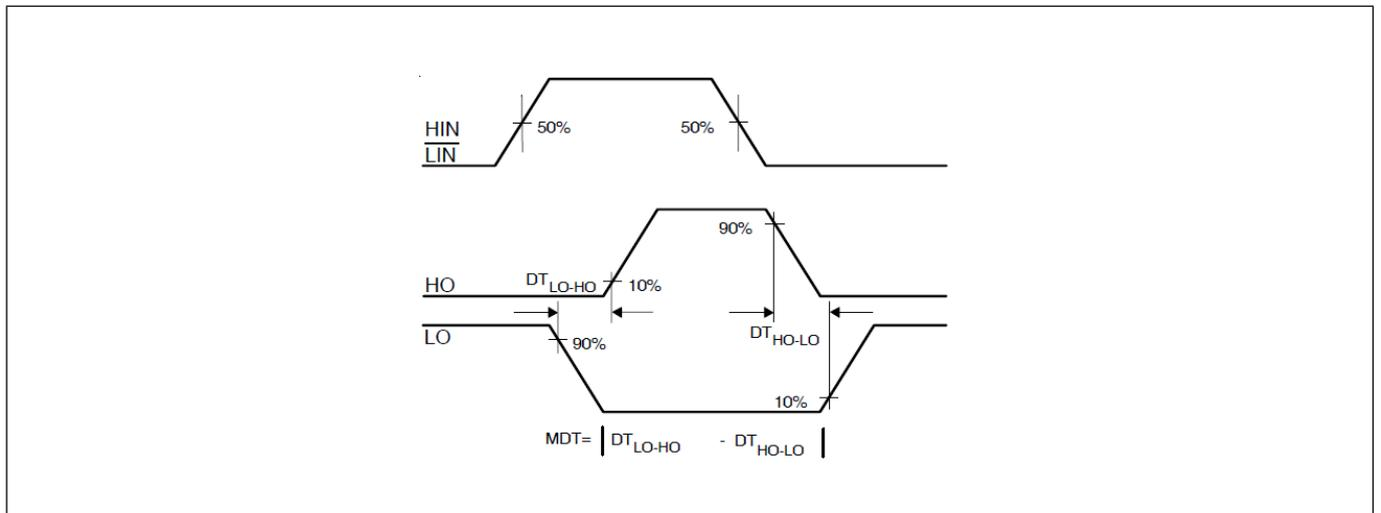

图8 死区时间匹配波形定义
2ED2108 (4) S06F (J)的死区电路与高端和低端输出匹配。图 8定义了两个死区时间参数（即  $DT_{LO-HO}$  和  $DT_{HO-LO}$ ）；与2ED2108 (4) S06F (J)相关的死区时间匹配参数（MDT）规定了  $DT_{LO-HO}$  和  $DT_{HO-LO}$  之间的最大差值。